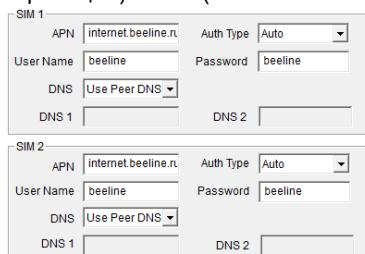
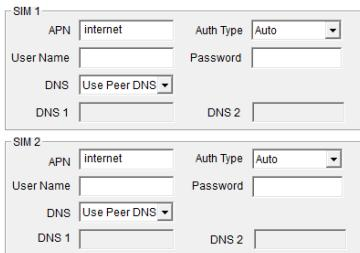

Рисунок 15 – Область параметров «SIM 1», «SIM 2» вкладка «GPRS»
Рисунок 16 – Область параметров «SIM 1», «SIM 2» вкладка «GPRS»
3.5.13.6 В основном окне программы «M1000 Pro V2 Configurator» необходимо выбрать вкладку «**GPRS**». Настройки подключения к сети Интернет зависят от выбранного оператора связи. Ниже приведены настройки для операторов «**Beeline**» (рисунок 15) и «**Megafon**» (рисунок 16).